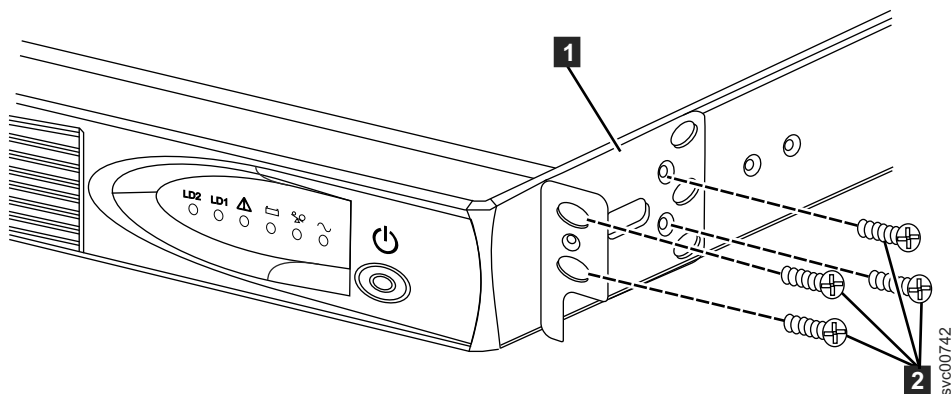

图 235. 安装 2145 UPS-1U 的 2145 UPS-1U 安装支架
3. 针对每个支架，使用四颗 M3 × 6 螺钉 **2** 将安装支架 **1** 较长的一侧连接到 2145 UPS-1U 的每侧，如第 285 页的图 235 所示。